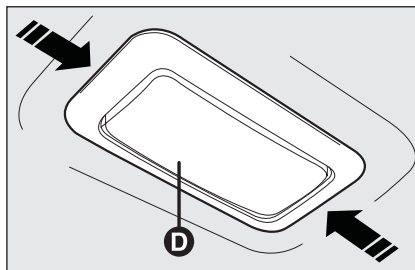

Abb. 30
- ☐ die Schutzklappe **E-Abb. 31** wieder schließen, und die Innenleuchte **D-Abb. 30** in ihrer Aufnahme befestigen und sicherstellen, dass sie einrastet.